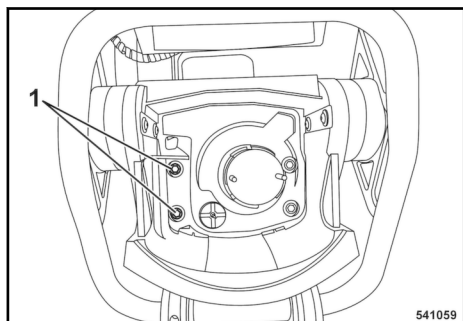

Fig. 57
Apertar manualmente os parafusos (1) ↪ Fig. 57 (lado direito) da carcaça do filtro do ar (máx. binário de aperto 50 Nm (37 ft.lbs)).